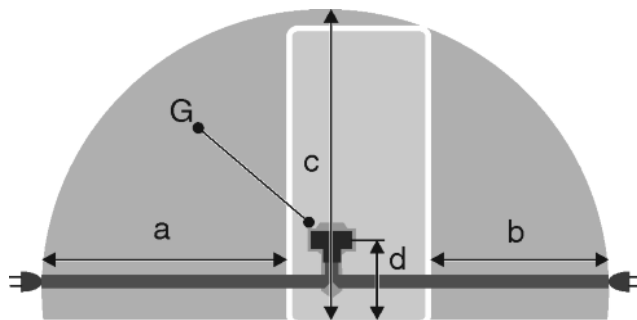

Fig. 26
- La prise de courant est en dehors de la zone postérieure de l'appareil dans la zone concernée. Fig. 26 (a, b, c)
- ▶ Introduire la la fiche de l'appareil Fig. 26 (G) au dos de l'appareil. Veiller à ce qu'elle s'introduise correctement.